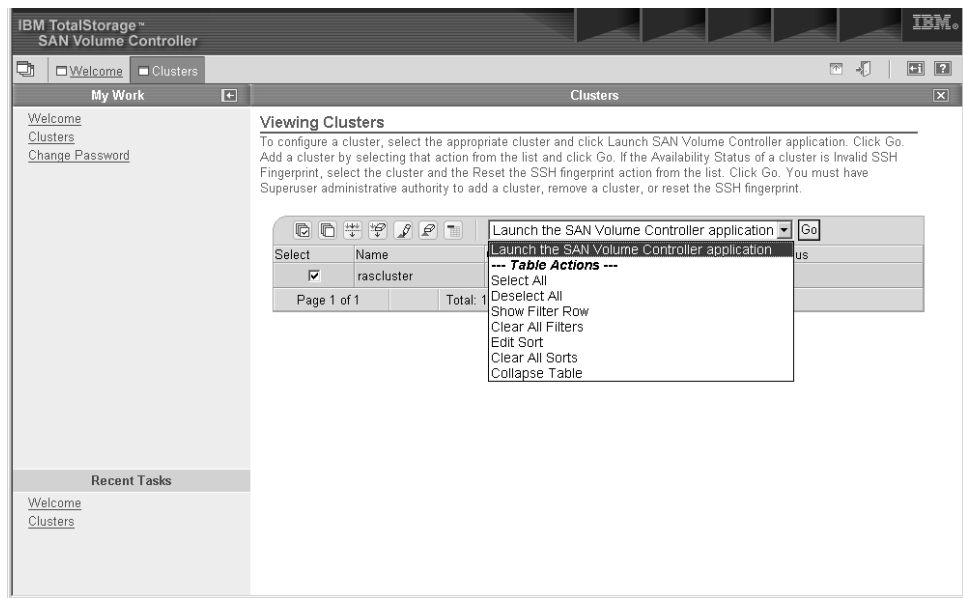

图 22. 选择了下拉菜单的 SAN Volume Controller Console View Cluster 面板
4. 因为 SAN Volume Controller Console 可以支持许多 SAN Volume Controller 集群，您必须首先选择希望为之服务的 SAN Volume Controller 集群。然后从下拉菜单选择 **Launch the SAN Volume Controller application**，如图 22 中所示。